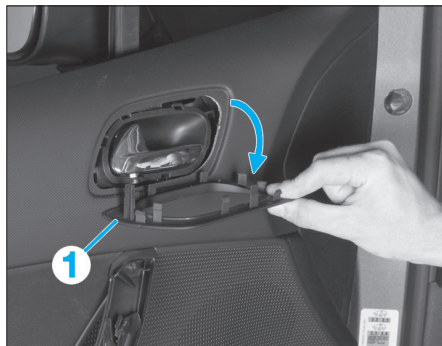

Fig. 46
- l'encadrement de poignée intérieure (1) (Fig.46),